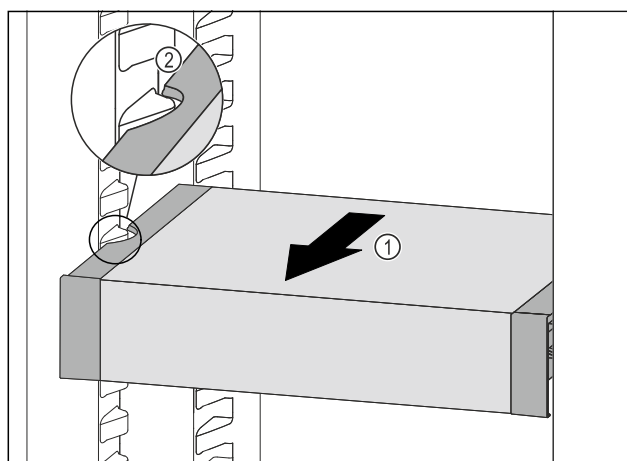

Fig. 121
- 向前拉动 VarioSafe Fig. 121 (1)，直至 VarioSafe 的侧部凹槽与冷藏区中的容器肋梁持平。Fig. 121 (2)